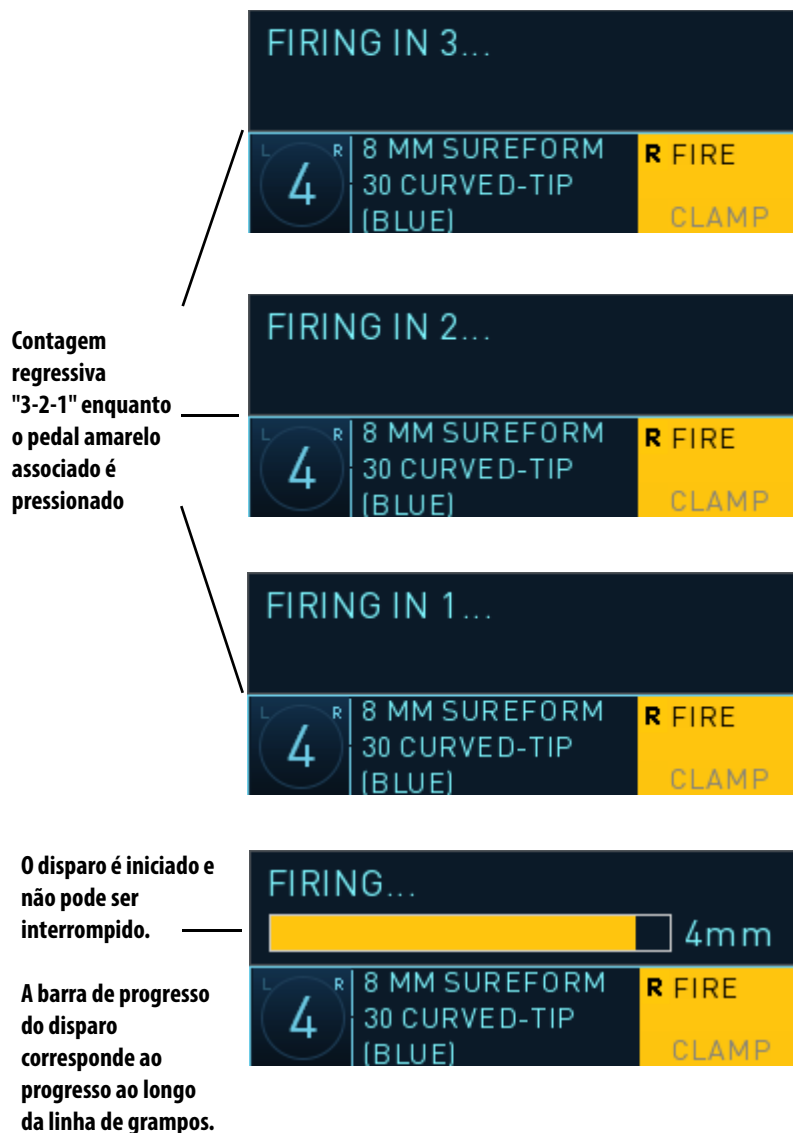

Figura 2.19 Sequência de disparo 3-2-1
3. **Disparar (grampear e cortar):** Mantenha o pedal amarelo associado pressionado por três segundos para grampear e cortar o tecido-alvo. O sistema emite um sinal sonoro e faz a contagem regressiva na tela "3-2-1" antes do início do disparo (Figura 2.19). Isso oferece a chance de soltar o pedal amarelo associado durante a contagem regressiva e evitar o disparo. Quando a contagem regressiva de 3-2-1 é concluída, o instrumento dispara; nesse ponto, o disparo (grampear e cortar) continua até sua conclusão mesmo que o pedal amarelo associado esteja solto. A barra de progresso mostra o progresso do disparo e o sistema reproduz o som de disparo por meio do Console do cirurgião e dos alto-falantes do carrinho do paciente.